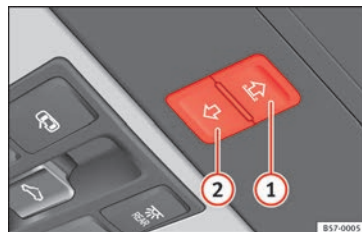

Fig. 141 Nel rivestimento interno del tetto: tasti della tendina parasole.
I tasti **» fig. 141 1 e 2** presentano due livelli. Nel primo livello è possibile aprire o chiudere la tendina parasole, completamente o parzialmente.
- *Tendina parasole*: prima che siano trascorsi 5 secondi dall'attivazione della pilotaggio, premere il tasto **»» fig. 141** **2** finché la tendina non si sarà chiusa completamente.